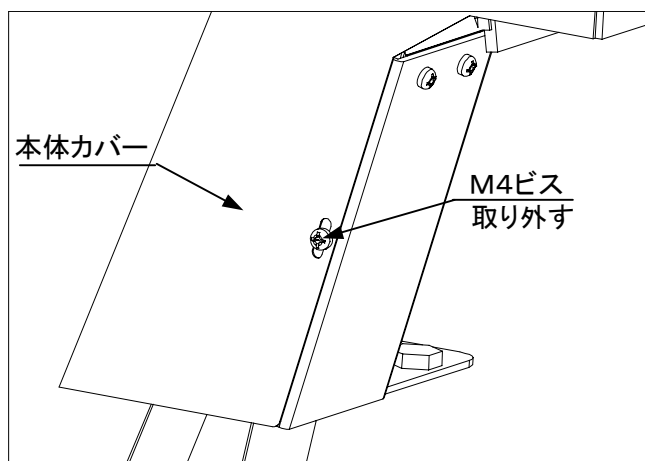

図7
- ① 主電源スイッチをOFFにします。
- ② 図7に示すM4ビスを外し、本体カバーを取ります。